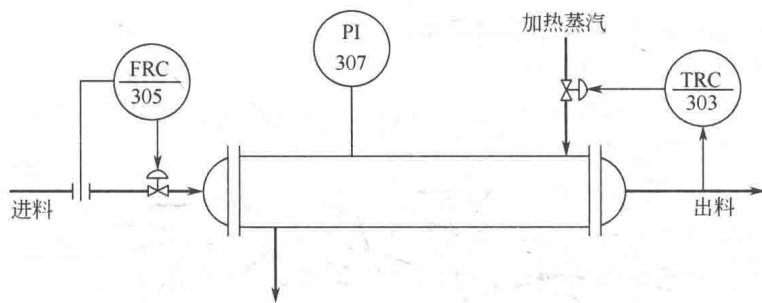

图 1-14 蒸汽加热器管道及仪表流程
5. 图 1-14 为某列管式蒸汽加热器的管道及仪表流程。试说明图中 PI-307、TRC-303、FRC-305 所代表的意义。
由图 1-14 可以看出, 该蒸汽加热器设有一个进料流量控制回路、一个出料温度控制回路, 另有一个压力的现场指示仪表。